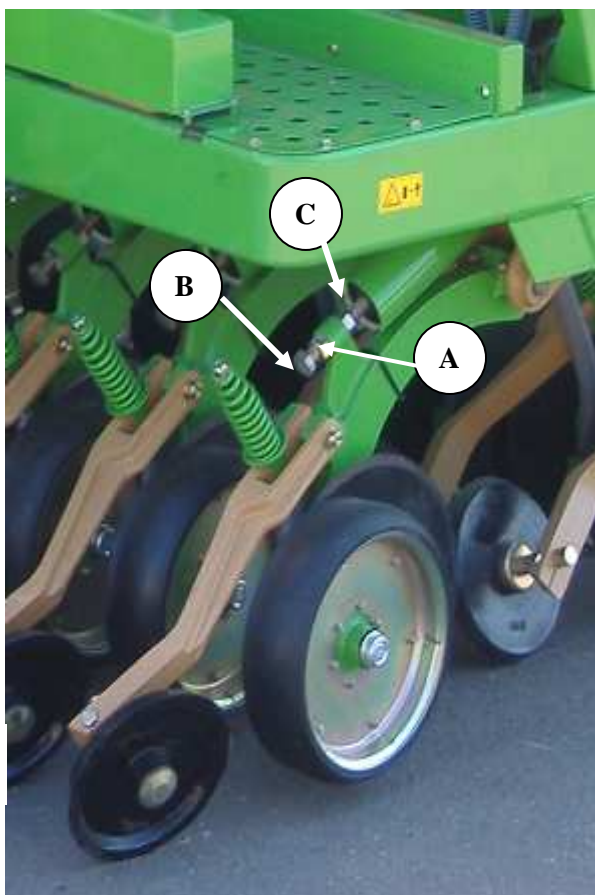

Fig. 16-00
Aflojar la contratuerca (A) del tornillo de presión (B) Fig.16-00 y sujetando con una llave plana la tuerca (C) hacer girar el tornillo en sentido de apretar para dar más presión (o sea, a derechas) y en sentido contrario para quitar presión. Una vez realizada esta operación volver a apretar las dos tuercas para evitar que el tornillo pudiera moverse y como consecuencia perder presión el brazo.